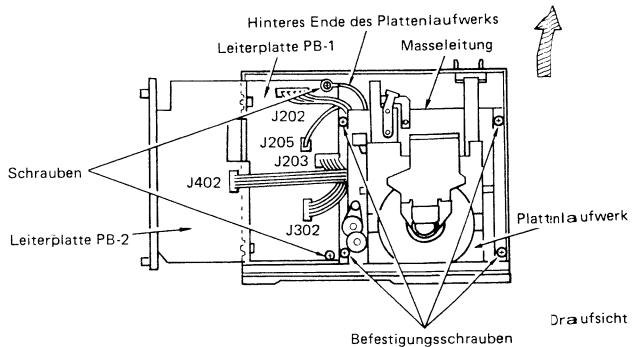

Abb. 4
- 3) Die beiden Schrauben herausdrehen, mit denen Leiterplatte PB-1 am Chassis befestigt ist (Abb. 4).
- 5) Die vier Befestigungsschrauben des Plattenlaufwerks herausdrehen (Abb. 4).